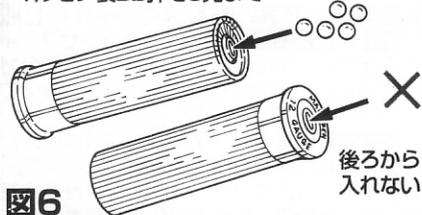

図6
### ①ショットシェル内へBB弾 → 図6参照
1. 図6を参考に、シェル前後のゴムパッキン(黒い部分)がずれたり、はみ出していないかを確認し、異常がある場合はきれいに納めてください。